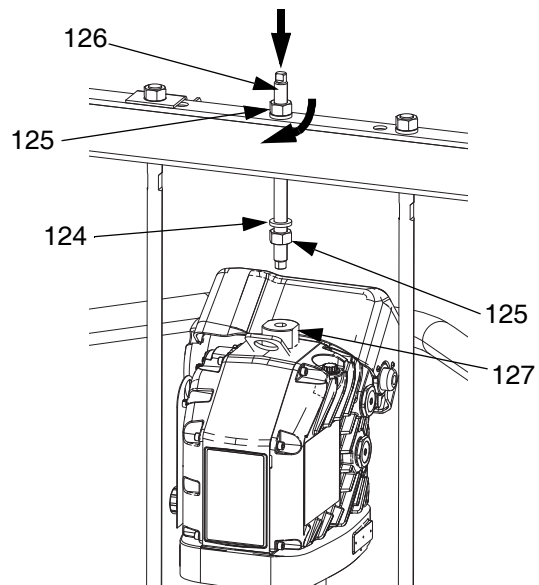

FIG. 42
1. Con un dispositivo de izado adecuado, inserte las varillas de unión en la bomba de desplazamiento (AC) y fije el controlador (AB) a la bomba (AC).
- b. Instale la varilla roscada (126) a través del agujero central del travesaño. Instale las arandelas de seguridad (124) y tuercas (125) en la varilla roscada (126), tanto arriba como debajo del travesaño. Use una llave para sujetar el adaptador del anillo de elevación (127) y, con otra llave, apriete la varilla roscada (106) en el adaptador del anillo de elevación (127). Consulte la FIG. 42.
- c. Apriete la tuerca (125) debajo del travesaño a 34 N•m (25 lb•pie) como máximo.
- d. Apriete la tuerca (125) encima del travesaño para bloquear el controlador (AB) en su sitio.